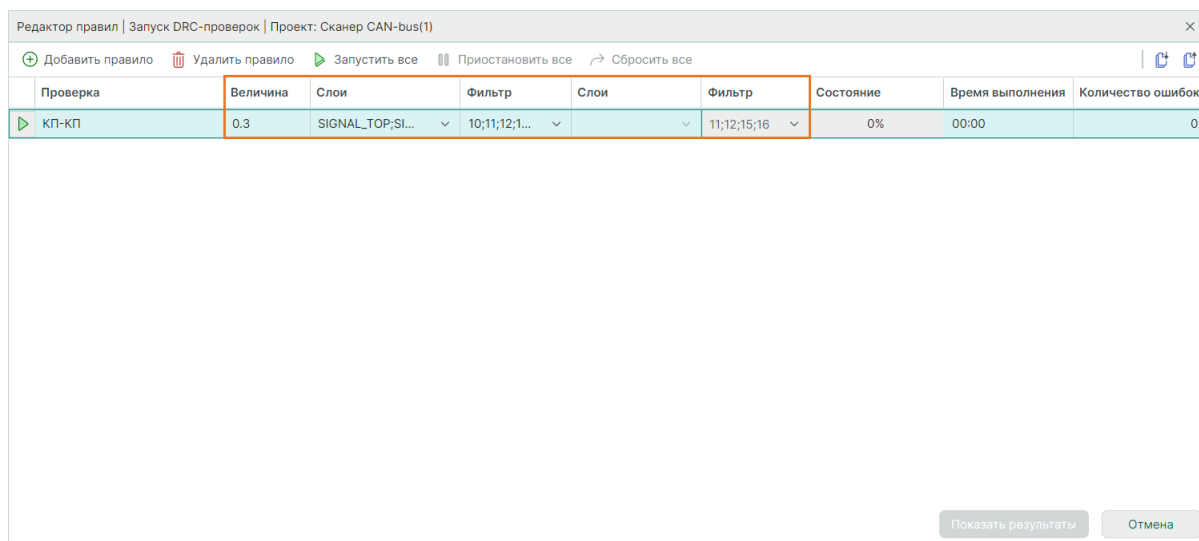

Рис. 472 Настройка правила проверки
3. Перед проведением проверки проекта на соответствие требованиям добавленного правила определите параметры проверки. Параметры, обязательные к заполнению, выделены символом , см. Рис. 472: